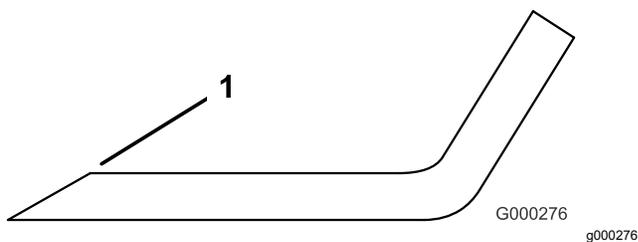

Figura 131
3. Esaminate l'affilatura di tutte le lame e affilate se risultano smussate o scheggiate (Figura 131).
Nota: Affilate soltanto la parte superiore del tagliente e mantenete l'angolo di taglio originale per garantire l'affilatura (Figura 131). La lama rimane bilanciata se rimuovete la stessa quantità di metallo da entrambi i taglienti.